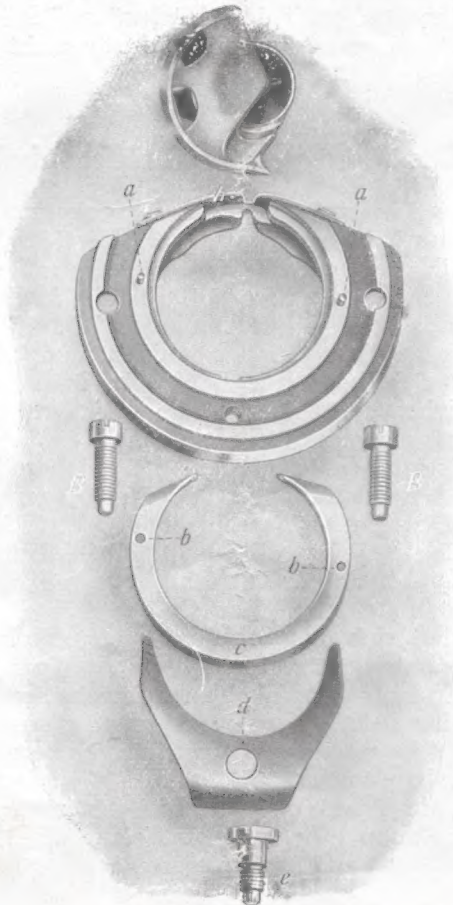

Bild 12. Das Zerlegen der Schiffchenbahn.
Bild 12 zeigt die einzelnen Teile der auseinandergenommenen Schiffchenbahn genau in der Stellung, in welcher solche wieder zusammengesetzt werden müssen.
6. Wenn das Schiffbahnplättchen h vom Faden eingeschnitten oder sonstwie beschädigt ist (Bild 12).